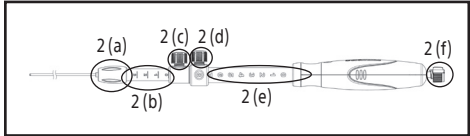

Figura 2.
2. Compruebe que la aguja esté totalmente retraída y que el bloqueo de ajuste de la aguja [figura 2 (d)] esté fijado en la posición cero [figura 2 (e)].
3. Determine la longitud adecuada de la vaina respecto a la del ecoendoscopio. Utilice el bloqueo de ajuste de la vaina [figura 2 (c)] para establecer la longitud deseada de la vaina y fíjarla en su posición. Gire el bloqueo de ajuste de la vaina hacia la derecha para fijar la vaina en su posición. El extremo distal de la vaina debe ser visible en la imagen endoscópica.
Nota: Los números de referencia y las marcas en el indicador de ajuste de la vaina [figura 2 (b)] solo se muestran como orientación.
6. Siga haciendo avanzar el dispositivo hasta que salga del ecoendoscopio y la vaina se pueda ver en la imagen endoscópica. Apriete la conexión Luer [figura 2 (a)] girándola hacia la derecha para acoplar el dispositivo al puerto del canal de trabajo del ecoendoscopio.
Nota: Si es necesario ajustar la longitud de la vaina, afloje el bloqueo de ajuste de la vaina [figura 2 (c)] y vuelva a colocarlo con el punto de referencia adecuado.
8. Ajuste la profundidad de penetración de la aguja a la posición deseada mediante el bloqueo de ajuste de la aguja [figura 2 (d)]. Para controlar la profundidad de penetración de la aguja en la zona objetivo, afloje el bloqueo de ajuste de la aguja girando el mando hacia la izquierda. Alinee el bloqueo de ajuste de la aguja con el número de referencia adecuado en el mango del dispositivo. Para fijarlo, gire el bloqueo de ajuste de la aguja hacia la derecha.
Nota: Los números de referencia del indicador de profundidad de la aguja [figura 2 (e)] solo se muestran como orientación. Los números de referencia representan la extensión de la aguja (en centímetros) cuando el dispositivo está en posición recta.
10. Extraiga el estilete [figura 2 (f)] del puerto de aspiración del dispositivo aflojando y tirando suavemente de este para sacarlo del mango del dispositivo.
Nota: El estilete se puede enrollar y sujetar mediante el mecanismo de pinza de la tapa del estilete [figura 2 (f)]. El estilete debe guardarse para realizar pases adicionales de la aguja durante la misma intervención.
12. Conecte la jeringa suministrada al puerto de aspiración [figura 2 (f)] del mango del dispositivo.